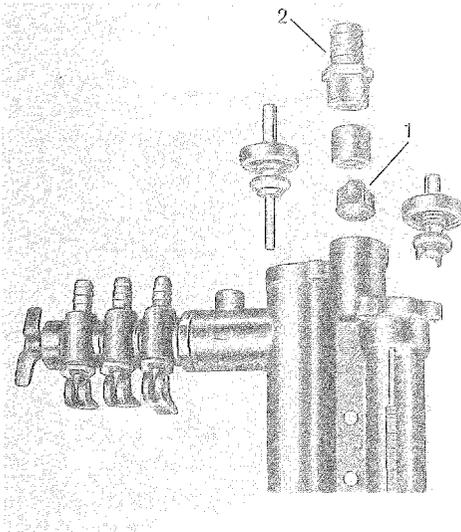

Abb. 10
Durch Herausdrehen der Schraubtülle (2) – Abb. 10 – für den Rücklaufschlauch wird die Rücksaugdüse (1) zugänglich und kann so leicht gereinigt werden.